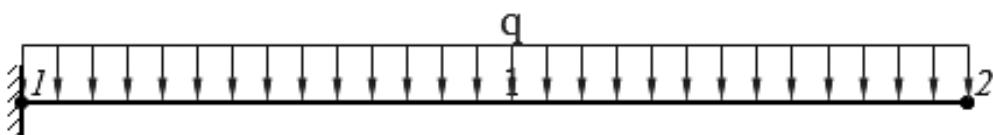

Рис. 3.2 – Балка с опорой в виде жесткой заделки
4. Данна балка с опорой в виде жесткой заделки (см. рис. 3.2). К балке приложена равномерно-распределенная нагрузка q , кН/м. Длина балки l_{12} , м. Определить значения реакций, возникающих в жесткой заделке.